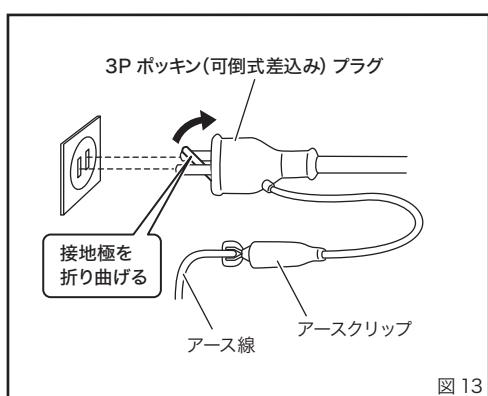

図 13
7. 使用する電源について（図 13）
- ・アースは、接地極のある電源コンセントに 3P ポッキンプラグ（接地極付プラグ）を差し込んで行ってください。接地極のない電源コンセントに接続するときは、接地極を折り曲げて電源コンセントに差し込み、アースクリップを使用してください。（図 13）